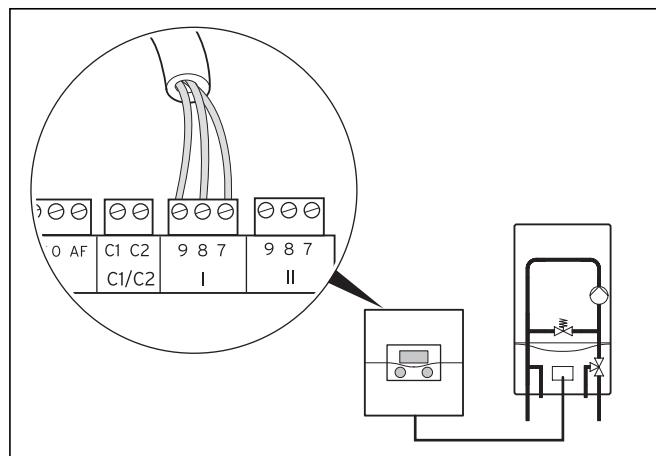

Рис. 5.1 Подключение отопительного аппарата
- Выполните соединительную проводку отопительного аппарата с помощью соединительной линии (мин. 3x0,75 mm²) (→ рис. 5.1).